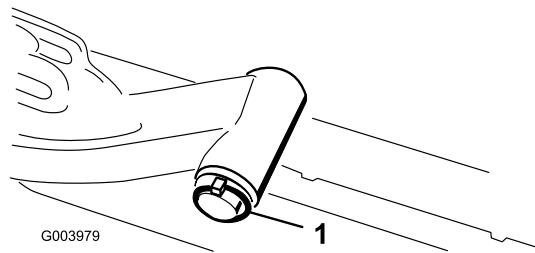

Figura 12
- A. Togliete l'acciarino e la rondella che fissano l'albero di articolazione al braccio di sollevamento, ed estraete l'albero dal braccio di sollevamento (Figura 12).
- C. Inserite l'albero del braccio di sollevamento nel braccio di sollevamento, e fissatelo con la rondella e l'acciario (Figura 12).